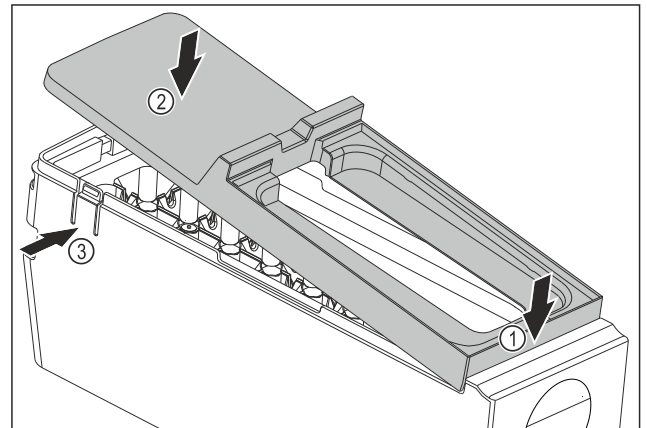

Fig. 85
- ▶ Montaż osłony korpusu EasyTwist-Ice: Osłonę założyć od przodu. Fig. 85 (1)
- ▶ Opuścić osłonę z tyłu. Fig. 85 (2)
- ▷ Osłona zatraskuje się słyszalnie w obu nakładkach Fig. 85 (3).